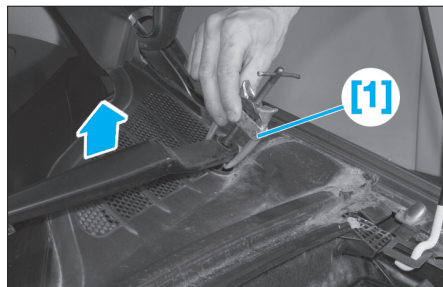

Fig. 93
• A l'aide de l'outil [1], extraire puis déposer les bras d'essuie-vitre (Fig.93).